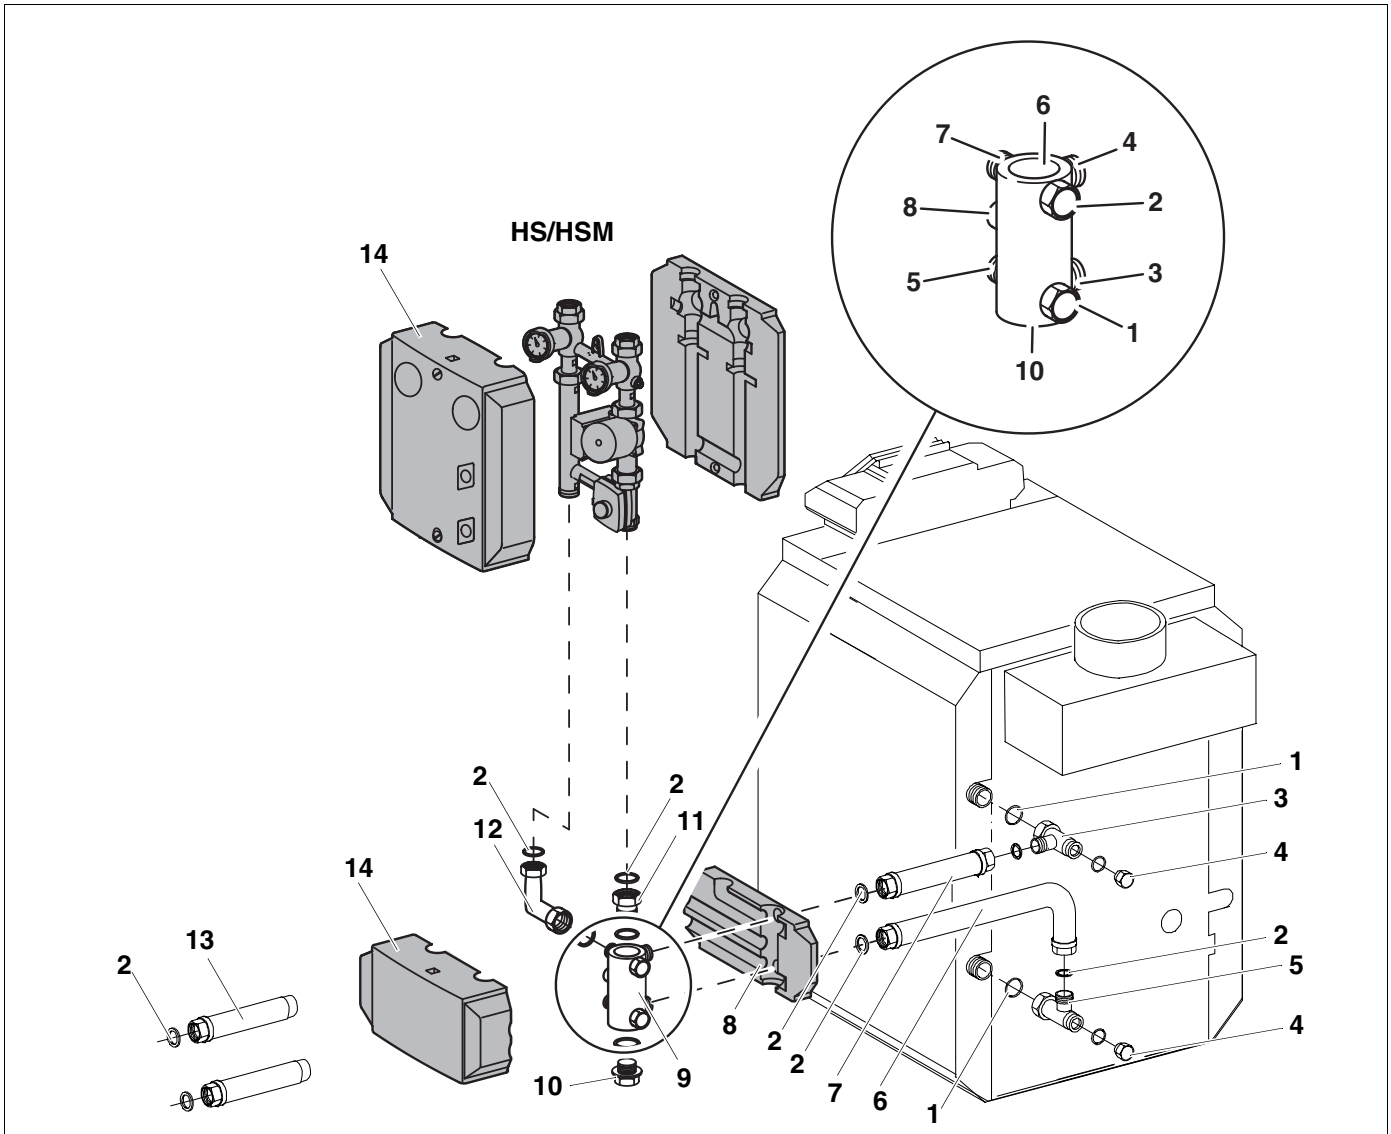

Abb. 4 Seitlich parallel Rechtsanbau
Legende zu Abb. 4
Der Multifunktionsverteiler ist nach der Nummerierung der Anschlüsse in Abb. 4 und den entsprechenden Nummern auf dem Multifunktionsverteiler anzuschließen. Alle geraden bzw. alle ungeraden Nummern gehören wasserseitig zusammen.
- Rücklaufrohr (6) auf den seitlichen Abgang des T-Stückes (5) mit Dichtung (2) am Kesselrücklauf anschrauben.
- Das Rücklaufrohr (6) in der Waagerechten ausrichten, Überwurfmutter zwischen T-Stück (5) und Rohrstützen des Kesselrücklaufes anziehen.
- Bei 2 Gld. (9 kW) und 3 Gld. (13/16 kW) - Kesseln sind die Verlängerungsstücke (13) auf das Vor- und Rücklaufrohr aufzuschrauben.
- Wärmedämmschale (8) ausschneiden und auf das Vor- und Rücklaufrohr schieben.
- Multifunktionsverteiler (9) mit dem Abgang Nr. 4 an das Vorlaufrohr (7) anschrauben.
- Multifunktionsverteiler (9) mit dem Abgang Nr. 3 an das Rücklaufrohr (6) anschrauben.
- Das Adapterstück (11) mit O-Ring von oben in den Abgang Nr. 6 des Multifunktionsverteilers (9) drehen.
- Dichtung (2) in die Winkelverschraubung (12) einlegen und die Winkelverschraubung (12) mit dem langen Schenkel auf den Abgang Nr. 7 des Multifunktionsverteilers (9) aufschrauben. Der Abgang der Winkelverschraubung (12) muss nach oben stehen.
- Dichtung (2) in das Adapterstück (11) und in die Winkelverschraubung (12) einlegen.
- Heizkreis-Set mit (HSM) oder ohne Mischer (HS) entsprechend Abb. 4 aufschrauben.
- Stopfen (10) mit aufgelegtem O-Ring in den Abgang Nr. 10 des Multifunktionsverteilers (9) eindrehen.
- Alle Verschraubungen auf Dichtheit prüfen und Wärmedämmschalen (14) montieren.